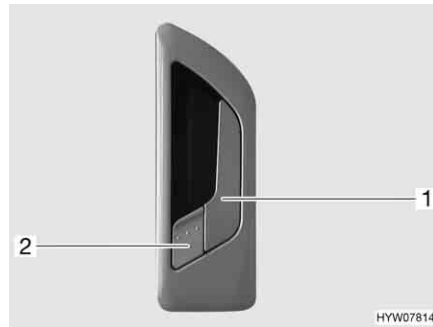

Fig. 37 Serratura della porta di ingresso, lato interno
- Apertura:* ■ Tirare la maniglia (Fig. 37,1). La serratura della porta si sblocca.
- Bloccaggio:* ■ Premere il bottone di sicurezza (Fig. 37,2).